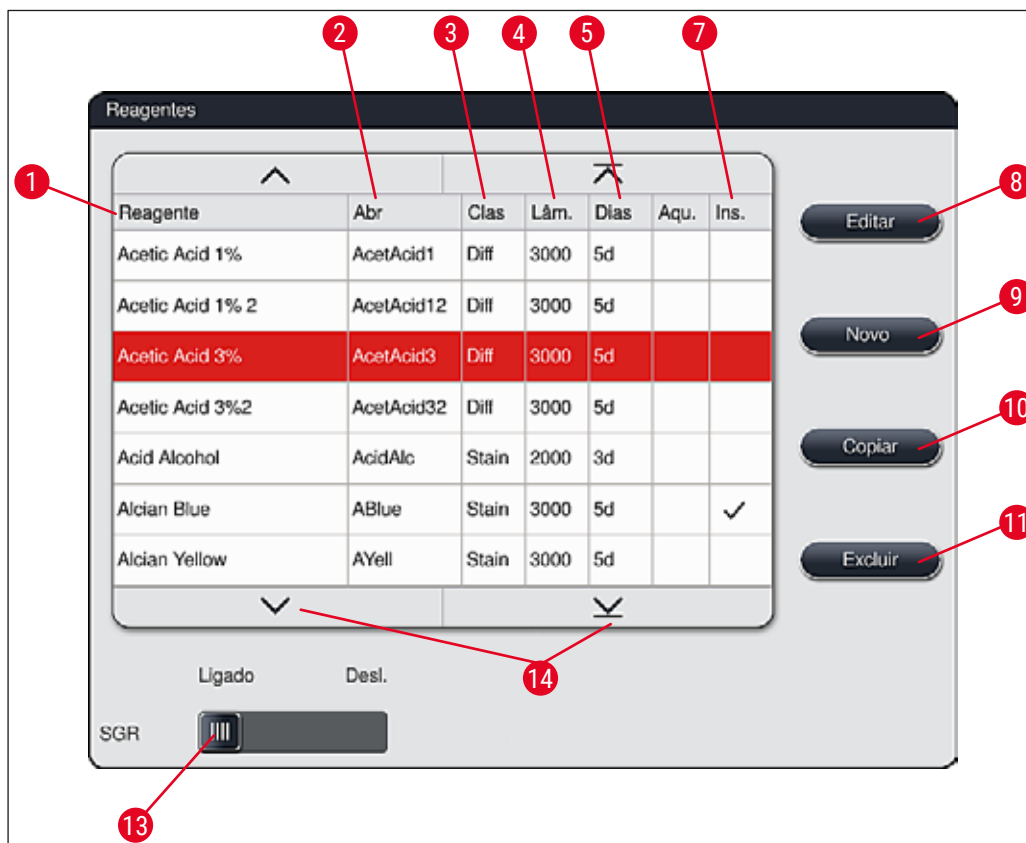

Fig. 36
- Selecione o reagente a ser copiado na lista de reagentes (→ "Fig. 36") tocando no mesmo e pressionando o botão **Copiar** (→ "Fig. 36-10").
- Selecione o reagente a ser alterado na lista de reagentes (→ "Fig. 36") tocando no mesmo e pressionando o botão **Editar** (→ "Fig. 36-8").